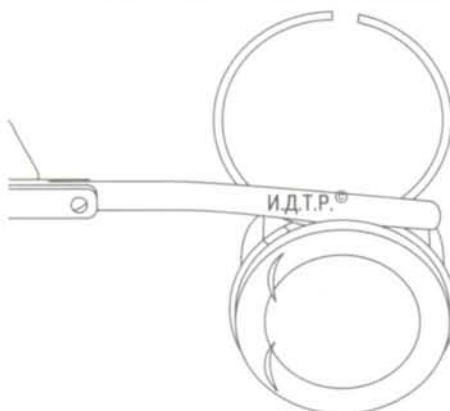

Рис. 5.26. Измерение зазора между компрессионным кольцом и канавкой поршня
3. Проверьте зазоры между компрессионными кольцами и канавками на поршне (рис. 5.26), предварительно очистив кольца от нагара. Остаточный зазор для компрес-